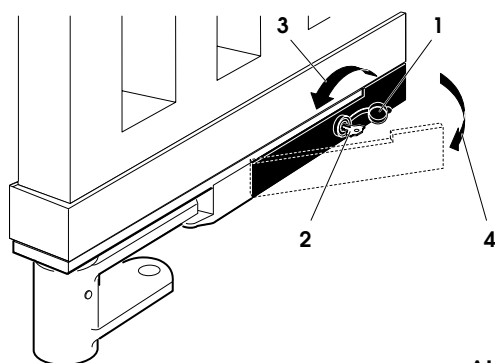

Abb. 15
- Schutzabdeckung des Notentriegelungsschloss öffnen (Abb. 15-Pos. 1)
- Entriegelungsschlüssel in das Schloss einstecken (Abb. 15-Pos. 2)
- Schlüssel bis zum Anschlag in Pfeilrichtung drehen (Abb. 15-Pos. 3)
- Hebel ziehen (Abb. 15-Pos. 4)